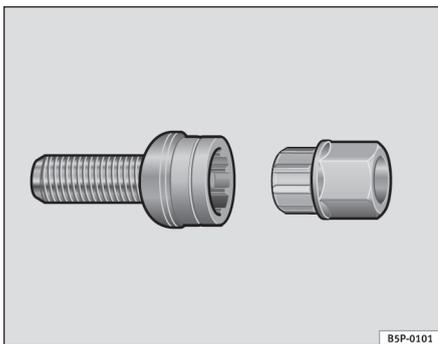

Abb. 182 Diebstahlhemmende Radschrauben
- Setzen Sie den Adapter bis zum Anschlag in der diebstahlhemmenden Radschraube ein ⇒ Abb. 182.